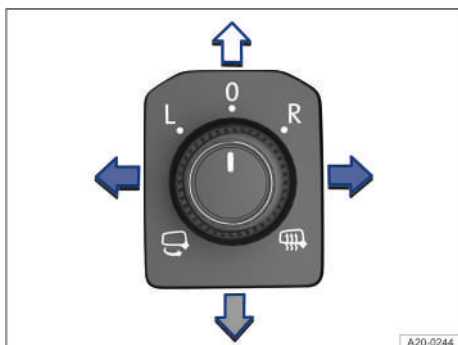

Fig. 124 En la puerta del conductor: mando giratorio de los retrovisores exteriores.
2. Gire el mando situado en la puerta del conductor hasta el símbolo deseado → fig. 124.